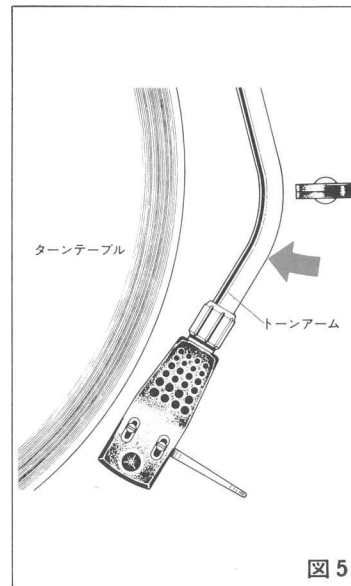

図5
- ③ トーンアームをアームレストからはずし、ターンテーブルとアームレストとの中間ぐらいまで移動させます。(図5)